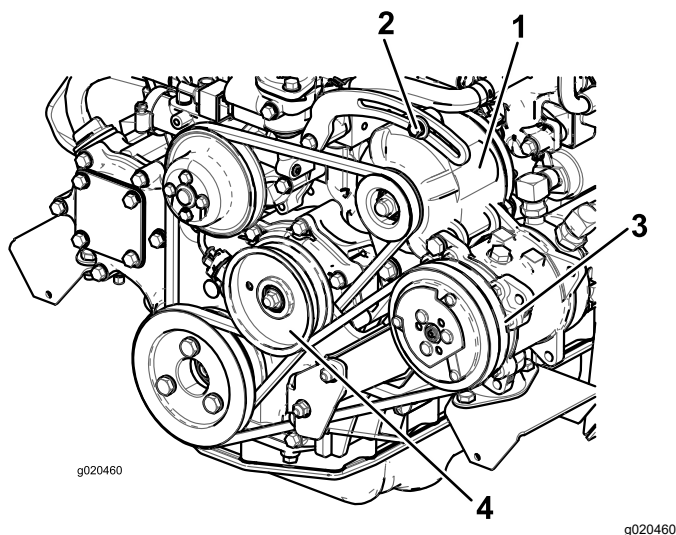

Figura 114
Se a deslocação obtida não for igual a 10 mm, deve desapertar os parafusos de montagem do alternador (Figura 114).
Verifique o estado e a tensão da correia (Figura 114) após cada 100 horas de funcionamento.
2. Se o desvio obtido não for igual 10 mm, deverá libertar o parafuso de montagem da polia intermédia (Figura 114). Aumente ou diminua a tensão da correia do compressor e aperte o parafuso. Verifique uma vez mais a deslocação da correia para se certificar de que a tensão está correta.